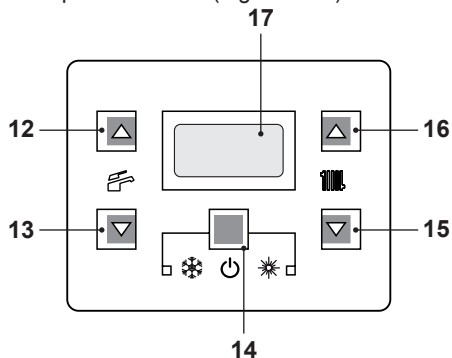
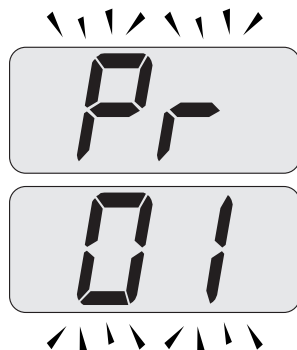

Figura 5.46
Figura 5.47
- Entrare in "modalità programmazione" premendo contemporaneamente per 10 secondi i tasti 14 - 15 - 16 (Figura 5.46) fino a far apparire sul display LCD le lettere **Pr** che si alternano con il codice **01**, indicanti l'entrata nel "parametro 01" (Figura 5.47).
- Premere contemporaneamente i tasti 14 e 16 (Figura 5.46) fino a far apparire sul display LCD il valore del parametro 10 (30=180 secondi) (Figura 5.49).
- Premendo il tasto 14 (Figura 5.46) si ottiene la conferma del valore inserito.
- Premendo contemporaneamente i tasti 14 e 15 (Figura 5.46) si esce senza modificare il valore (ritorno alla lista parametri Figura 5.48)
- Premendo contemporaneamente per 10 secondi i tasti 14 - 15 - 16 (Figura 5.46) si esce dalla "modalità programmazione".